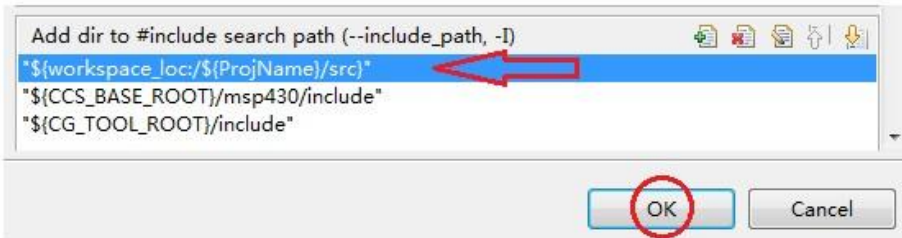

图 6.22 自定义的文件路径
5) 再次点击 OK，我们就设置好自己的文件路径了，如图 6.22 所示。再次点击 OK，在工程目录的 Includes 里我们就有 PWM_LED/src 了。